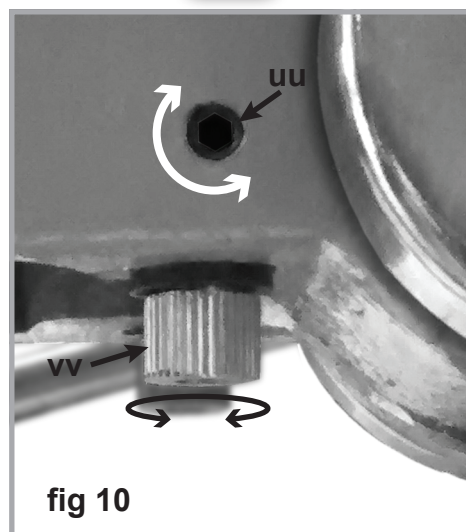

fig 10
- Avec l'aide d'une clé hexagonale (Allen) de 3 mm, tourner le réglage d'ajustement du laser dans le sens antihoraire (uu, figure 10) sur les deux côtés (coté gauche en figure 10) de la tête de la perceuse au dessus à l'orifice de laser.
- Déplacer le boîtier du laser (vv, figure 10) jusqu'à ce que les deux lignes se croisent, où la mèche rencontre la pièce de travail. Ne regardez pas directement sur le faisceau laser.